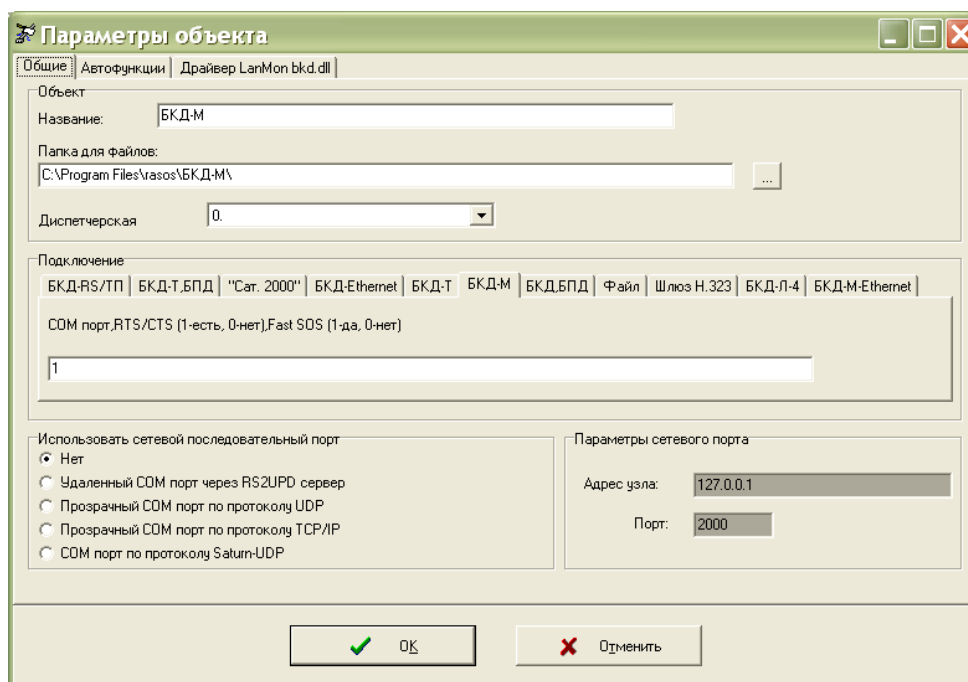
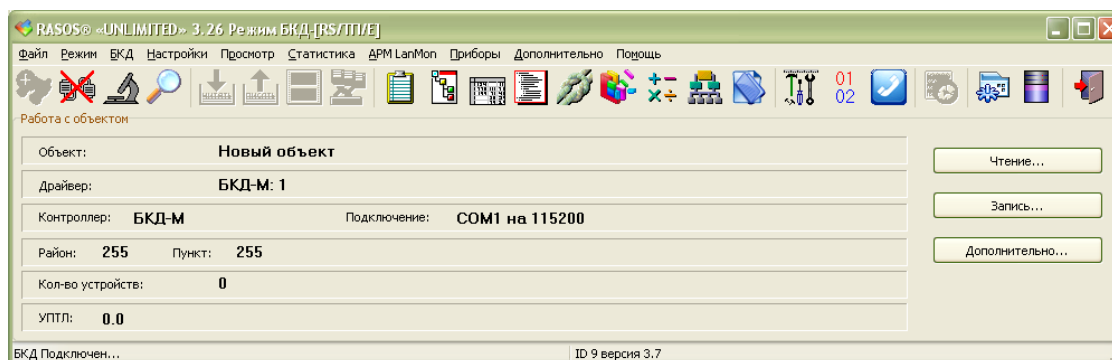

Рисунок 9 - Настройка подключения в RASOS
Рисунок 10 - Подключение к БКД-М
Создать подключение к БКД-М, указать номер COM порта ПЭВМ, к которому подключен БКД-М (рисунок 9).
Выполнить подключение к блоку командой «БКД \ Подключение». Откроется окно, в котором будет указано «БКД-подключен» (рисунок 10).
Подготовить ПЭВМ к работе и загрузить программу RASOS. Создать подключение к БКД-М, указать номер СОМ порта ПЭВМ, к которому подключен БКД-М (рисунок 9). Выполнить подключение к блоку командой «БКД \ Подключение». Откроется окно, в котором будет указано «БКД-подключен» (рисунок 10).
- 2) Подключиться программой RASOS к блоку БКД-М (рисунок 9).